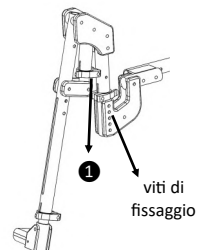

fig. 8.2: Regolazione angolo ginocchio verticale elevabile e telescopico
• **Versione verticale elevabile e telescopico (fig. 8.2 e 8.3)**
- aprire il collarino di serraggio numero ①;